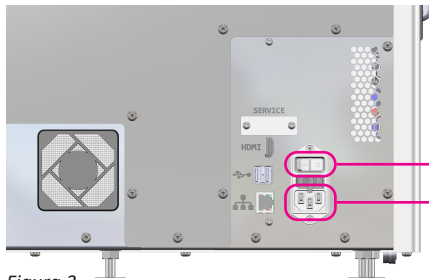

Figura 3
- Asegúrese de que el interruptor de alimentación de CA esté en la posición «OFF» (O) (Apagado).
- Conecte el cable de alimentación de CA a la entrada de alimentación del dispositivo, en la parte trasera del mismo (Figura 3).